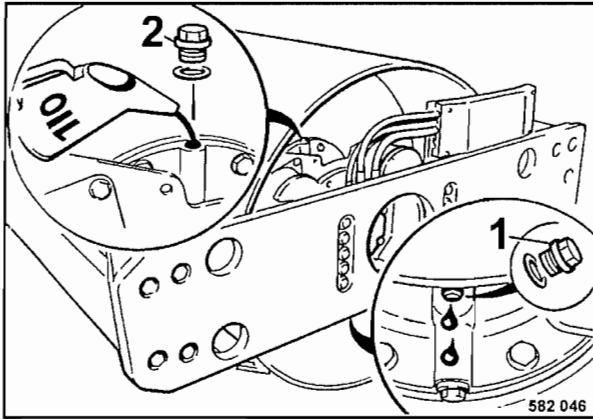

Fig. 68
- Estacionar la máquina de forma que el tapón de control de aceite 1 (Fig. 68) se encuentra en posición vertical debajo del cubo.